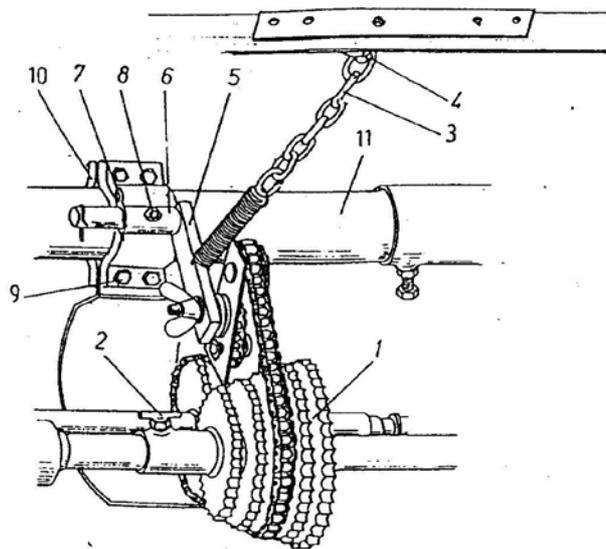
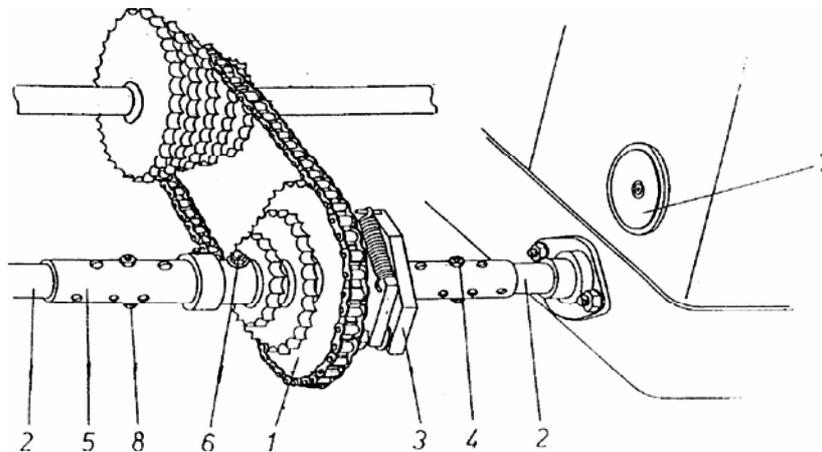

Abb. 5. Kettengetriebe
Abb. 6. Kettengetriebe
- den Klemmknebelgriff herausdrehen (2, Abb.5), um das Verschieben des Aggregats der Antriebskettenräder zu ermöglichen;
- die Spannung des Antriebskettenspanners lösen durch die Abkoppelung der Kette von dem Haken (4);
Beim Wechsel eines Antriebskettenrades (1, Abb.6) ist auch der Kettenspanner (5, Abb.5) in der Buchse des Aufhängungsrahmens (6) zu verschieben, nachdem der Splint herausgenommen worden ist.
- die Funktion des Antriebssystems überprüfen durch das Drehen des Laufrades der Maschine in beide Richtungen. Nach der Entfernung von Verschluss Scheiben (7, Abb. 6), die an der Seite des Gehäuses von Auspflanzteilen über dem Lager angebracht sind, überprüfen, ob die Antriebsräder des Becherbandes nicht mit Erde verklebt sind;